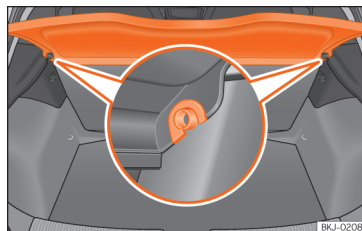

Fig. 138 Na bagageira: desmontar e montar a chapeleira.
- Desencaixe a chapeleira dos suportes laterais »» Fig. 138 puxando-a para cima e retire-a.
- Introduza a chapeleira horizontalmente fazendo coincidir a «fechadura» sobre o eixo dos suportes »» Fig. 138, e pressione para baixo até que encaixe.